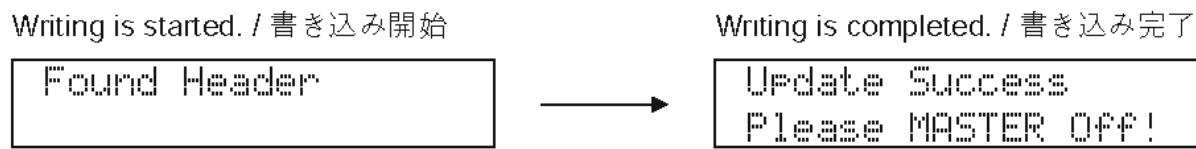

Fig. 3
Then writing of the firmware is started. (Fig. 3)
9. When writing of the firmware is completed, <Update Success Please MASTER Off!> is displayed. (Fig. 3)
ファームウェアの書き込みが開始されます。(Fig. 3)
9. ファームウェアの書き込み完了後、<Update Success Please MASTER Off!>が表示されます。(Fig. 3)